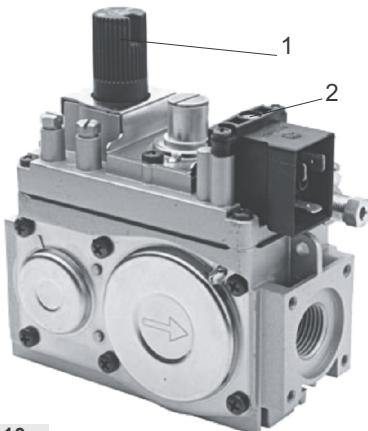

Рис. 10.
6.13. Заполните систему отопления чистой водой с жесткостью не более 0,7 мг-экв/л и pH = 7¹⁰³. При заполнении системы жесткой водой с pH больше 7 значительно увеличивается отложение накипи на стенках котла и системы отопления, вследствие чего уменьшается эффективность котла и увеличивается расход газа! Расширительный бачок размещается в высшей точке системы. Контроль заполнения системы водой осуществляйте по переливному патрубку, (рис.10). Объем бака должен быть не менее 8 % от объема отопительной системы.
нажмите и поверните круглую ручку управления поз.1 рис.10 до положения (●).